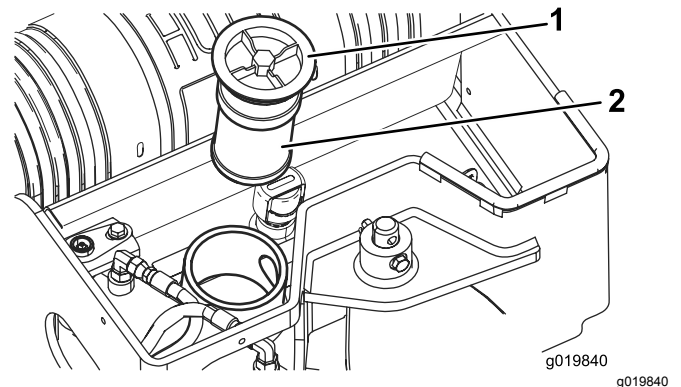

図 61
4. 古いフィルタを外して捨てる 図 61。
5. 新しいフィルタを取り付け、キャップをして上部ボルトを $21-25 \text{ N}\cdot\text{m}$ $2.3-2.8 \text{ kg}\cdot\text{m}$ = $200-240 \text{ in}\cdot\text{lb}$ にトルク締めする 図 61。
5. 油圧オイルタンクのフィルタとキャップ 図 61 を取る。
10. フィルタを取り付け、キャップをして上部ボルトを $21-25 \text{ N}\cdot\text{m}$ $2.3-2.8 \text{ kg}\cdot\text{m} = 200-240 \text{ in}\cdot\text{lb}$ にトルク締めする 図 61。